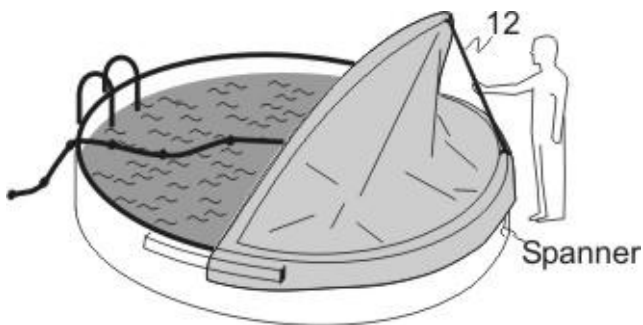

Abb. 7.2
- Den oben liegenden Bogen mit dem Aufstell-Hilfs-Stab (12) hochheben und diesen zwischen den beiden Bögen einsetzen. (Abb. 7.2)